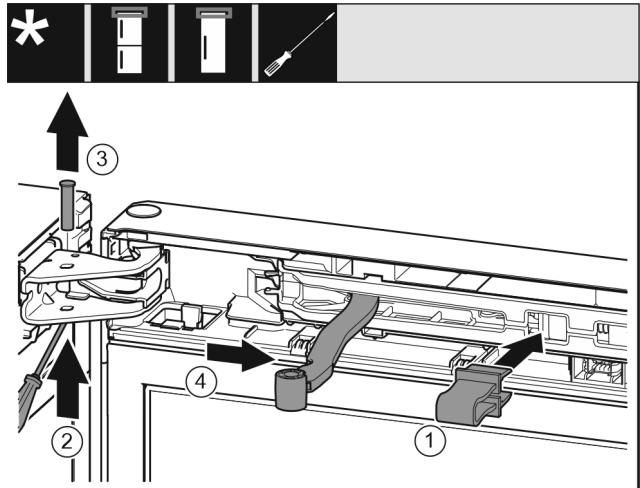

Fig. 10
- Beveiliging Fig. 10 (1) in opening vastklikken.
- Bouten Fig. 10 (2) eruit schuiven.
- Bouten Fig. 10 (3) naar boven toe wegnemen.
- Scharnier Fig. 10 (4) in de richting van de deur draaien.